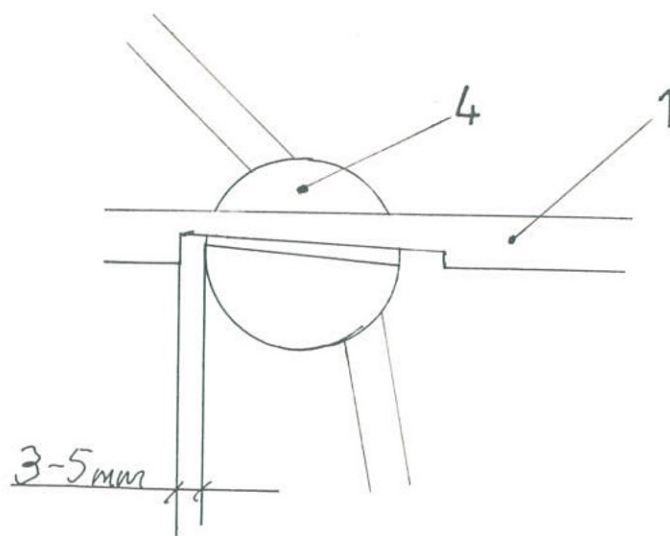

Bild 4
Före eventuell justering kontrollera att (3) utlösaren är i sitt övre läge (spärrad i fyrkantstångens urfrästa läge se bild 4).